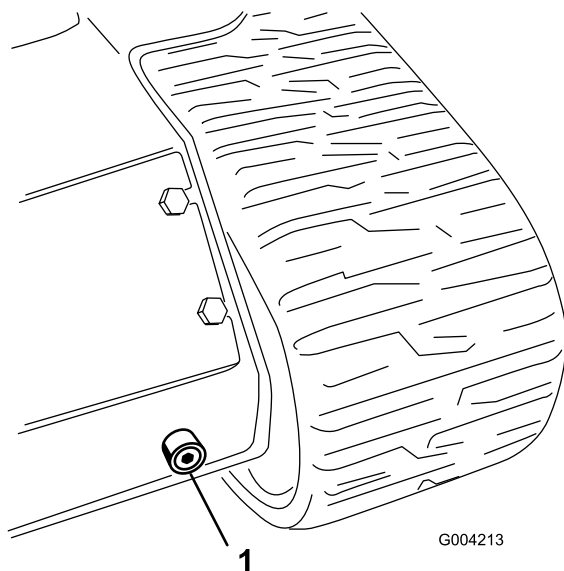

Рисунок 56
6. Разместите большой дренажный поддон (емкостью 15 галлонов США) под дренажной пробкой в передней части тягового блока (Рисунок 56).
7. Снимите сливную пробку и дайте маслу стечь в поддон (Рисунок 56).